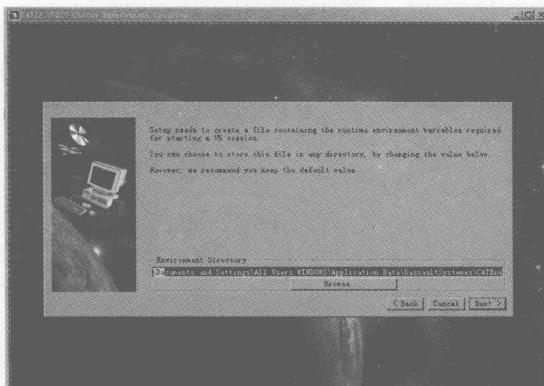

图 1-3 安装提示界面 3
- (3) 单击 Next 按钮，出现如图 1-3 所示的提示框，输入或选择环境变量保存地址。